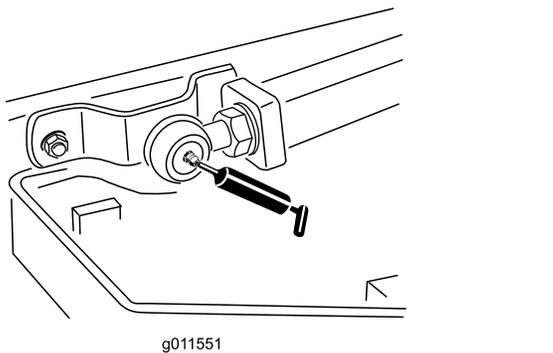

Figura 39
- Giunti a sfera (2) del braccio di sollevamento (Figura 39)